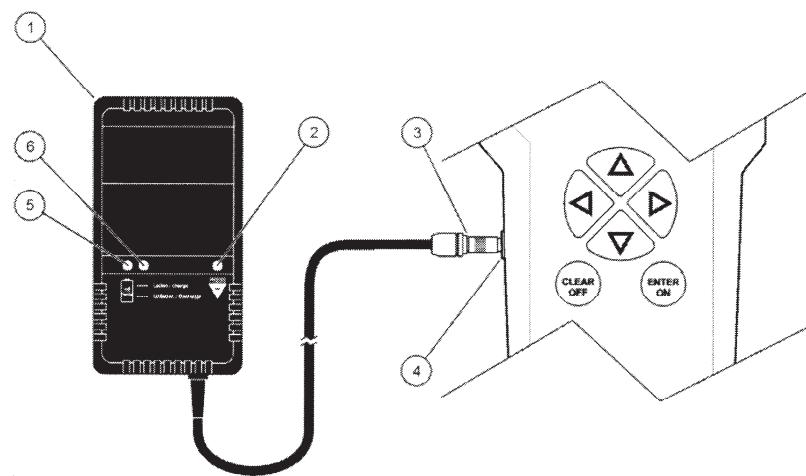

図4 電池の充電
3. 充電プラグ(図4の③)を本体の充電ソケット(図4の④)に挿入してください。
1. NiMH 充電池が入っていることを確認して、充電用 AC アダプタを電源に接続してください。(図4) 電池が充電されます。